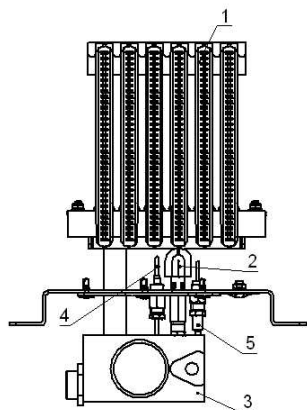

рис.10 Горелка УГ-14S
10.2 В зимнее время, если потребуется прекратить топку на срок свыше суток, необходимо, во избежание замерзания, полностью освободить систему отопления и горячего водоснабжения от воды. Система отопления освобождается через спуск воды 8 (рис.10). Для слива из системы горячего водоснабжения необходимо отсоединить подводящую водопроводную трубу и продуть змеевик водоподогревателя воздухом.